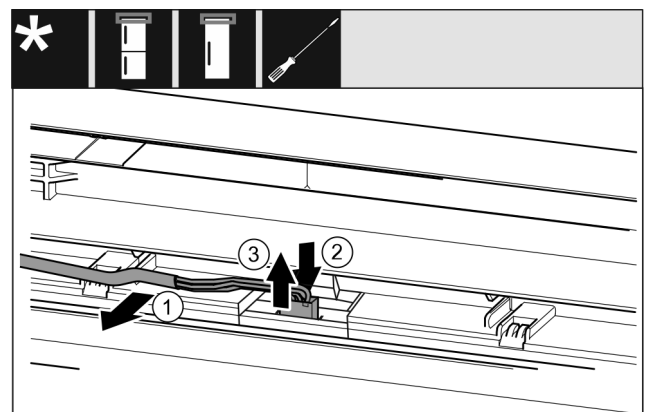

Fig. 15 Kühl-/Gefrierkombinationen / Gefriergeräte / Kühlgeräte
- ▶ Kabel Fig. 15 (1) vorsichtig aus der Führung in der Tür lösen.
- ▶ Lasche Fig. 15 (2) hinter dem Stecker nach hinten drücken.
- ▶ Stecker Fig. 15 (3) vorsichtig nach oben herausziehen.